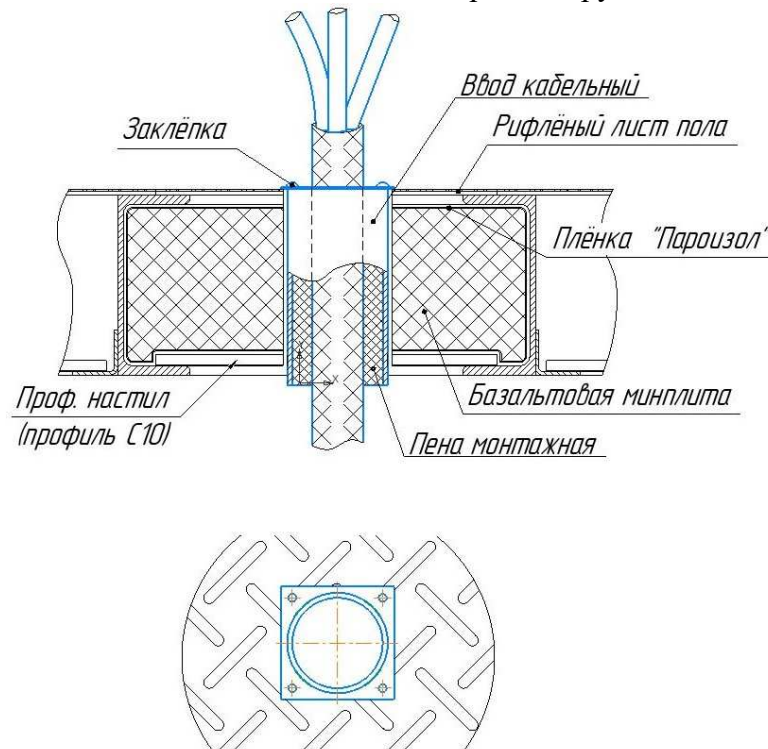

Рисунок 8 - Проход кабелей в раме основания
5.1 Проход кабеля в раме основания осуществляется через кабельный ввод, который закреплен к рифленным листам пола заклепками (рисунок 8). После подключения жил кабеля к шинам и клеммным колодкам кабельные вводы герметизируются монтажной пеной.